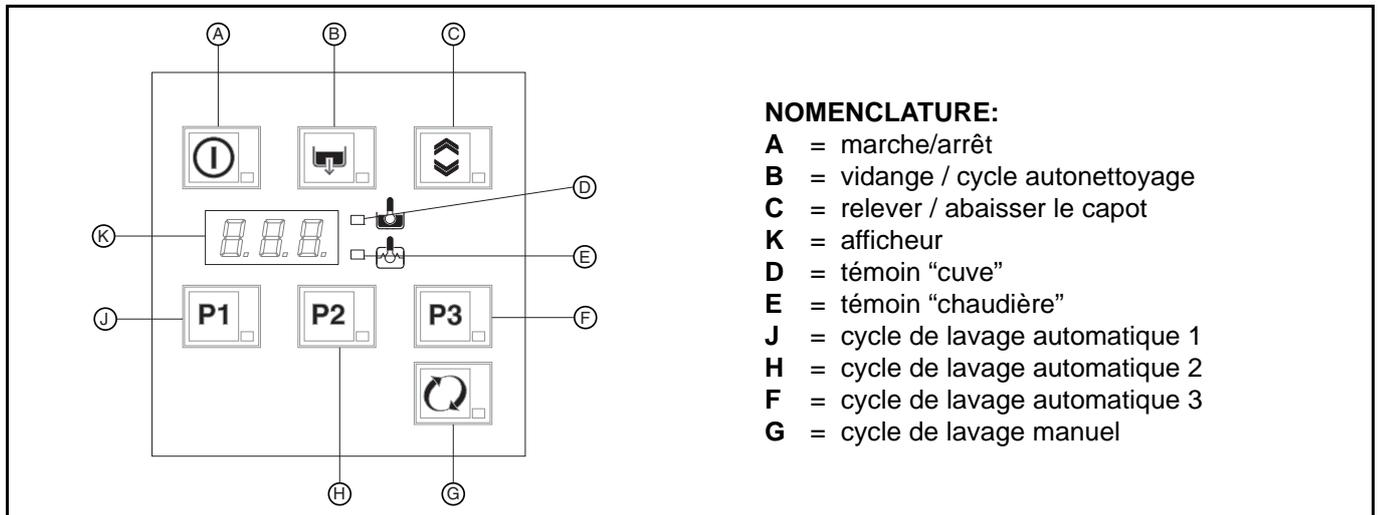

Fig. 12
- Ouvrir le capot en appuyant sur la touche spéciale d'ouverture/fermeture "C" (Fig. 12) ou, en alternative, sur les touches se trouvant sur le capot (voir les touches "P" - Fig. 1.a et Fig. 1.b). Vérifier ensuite que toutes les pièces internes sont bien dans leur logement.
Le témoin du bouton "A" (Fig. 12) s'allume pour signaler que la laveuse est sous tension et que le remplissage en eau et la chauffe sont en cours. Durant toute la phase de remplissage et de chauffe, l'afficheur visualise "FILL":
Pour afficher la température de la chaudière pendant la phase de chauffe de la cuve, relever le capot et appuyer sur la touche "J" (Fig. 12).
Pour vaisselle peu sale appuyer sur le bouton "J" (Fig. 12) (voir tableau des temps).
Pour vaisselle normalement sale appuyer sur le bouton "H" (Fig. 12) (voir tableau des temps).
Pour vaisselle très sale appuyer sur le bouton "F" (Fig. 12) (voir tableau des temps)
Pour vaisselle particulièrement sale avec résidus alimentaires desséchés, pour vaisselles d'une forme particulière ou pour des exigences de lavage spécifiques appuyer sur le bouton "G" (Fig. 12) correspondant à un lavage continu tant que l'opérateur ne sélectionne pas un cycle automatique.
- Sélectionner le cycle de vidange en appuyant sur le bouton "B" (Fig. 12).
- Éteindre la lave-vaisselle en appuyant sur le bouton "A" (Fig. 12).